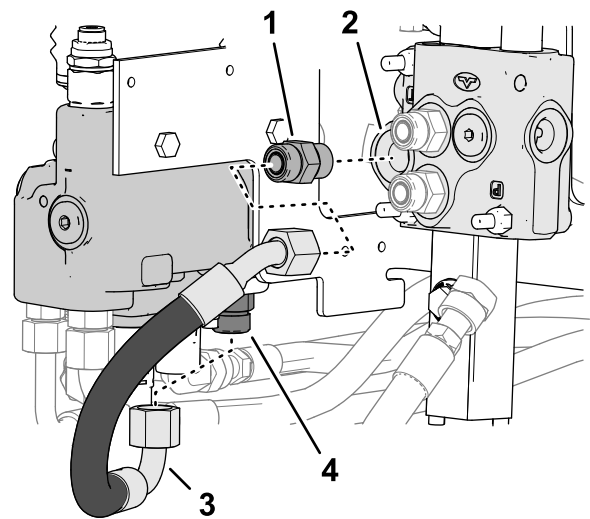

Figure 10
- 1. Déposez le dernier flexible du raccord de l'orifice T dans le distributeur auxiliaire et le raccord de l'orifice T dans le distributeur du bras de chargeuse (Figure 10).